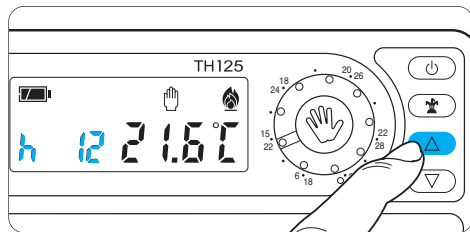
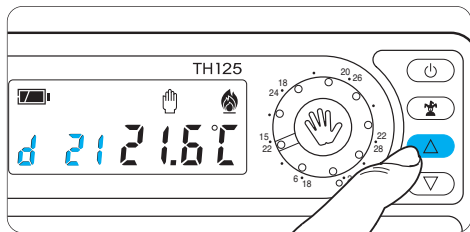

Fig. 50
Fig. 51
15.4 - Premere il pulsante ∇ o Δ sino a che, non si raggiunga il numero di ore (fig. 50) o giorni desiderati (fig. 51) da 1 a 99.